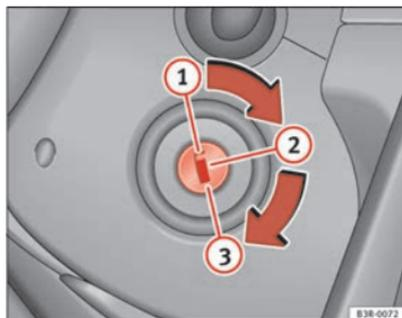

Abb. 148 Stellungen des Zündschlüssels
- Drehen Sie den Zündschlüssel in Position **1** ⇒ Seite 182, Abb. 148.